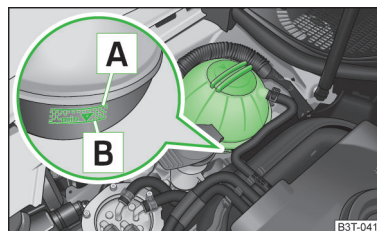

Fig. 169
Pour l'appoint, nous recommandons de n'utiliser que du produit antigel correspondant à la désignation figurant sur le vase d'expansion du liquide de refroidissement » fig. 169 à la page 217.
- Ne versez pas le liquide de refroidissement au-delà de la marque **A** » fig. 169 à la page 217.
- Contrôlez le niveau du fluide de refroidissement dans le vase d'expansion de fluide de refroidissement. » fig. 169.